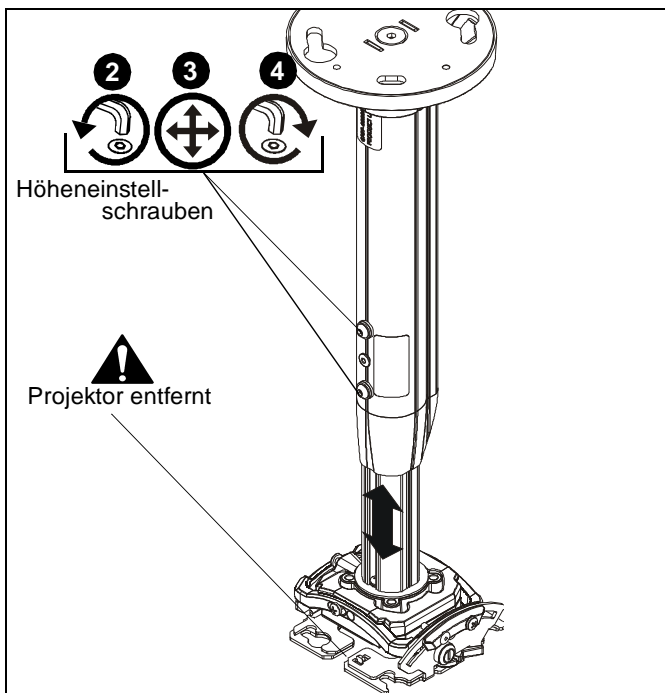

Abb. 26
2. Lockern Sie die Höheneinstellschrauben. (Siehe Abb. 26)
3. Stellen Sie die Höhe wunschgemäß ein, wobei Sie die Projektorhalterung festhalten müssen. (Siehe Abb. 26)
4. Ziehen Sie die Höheneinstellschrauben fest. (Siehe Abb. 26)